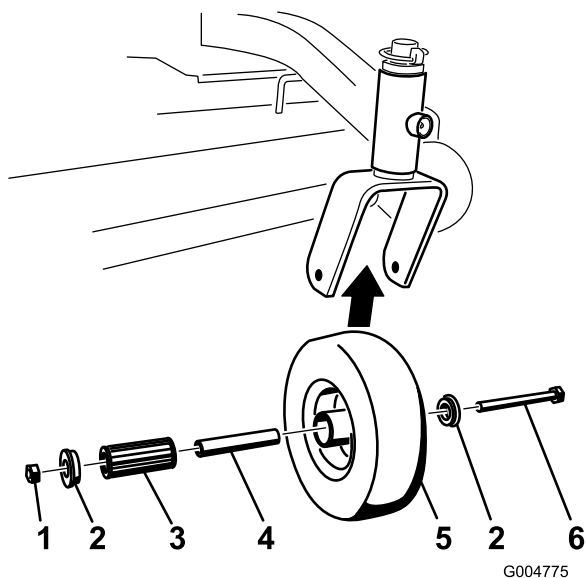

Bild 34
- Entfernen Sie die Sicherungsmutter und die Radschraube, mit denen das Laufrad an der Laufradgabel befestigt ist (Bild 34).
- Entfernen Sie eine Büchse und ziehen Sie dann die Steckbüchse sowie das Rollenlager aus der Radnabe heraus (Bild 34).
- Entfernen Sie die andere Büchse aus der Radnabe und entfernen Sie Fett- und Schmutzrückstände von der Nabe (Bild 34).
- Prüfen Sie das Rollenlager, die Büchsen, die Spannbüchse und die Innenseite der Radnabe auf Abnutzung. Tauschen Sie abgenutzte und beschädigte Teile aus (Bild 34).
- Stecken Sie zum Zusammenbauen eine Büchse in die Radnabe. Fetten Sie das Rollenlager und die Vierkantbüchse ein und schieben beide in die Radnabe. Stecken Sie die zweite Büchse in die Radnabe (Bild 34).
- Bringen Sie das Laufrad in der Laufradgabel an und befestigen Sie es mit der Radschraube und Sicherungsmutter. Ziehen Sie die Sicherungsmutter so weit fest, dass die Vierkantbüchse auf die Innenseite der Laufradgabeln trifft (Bild 34).